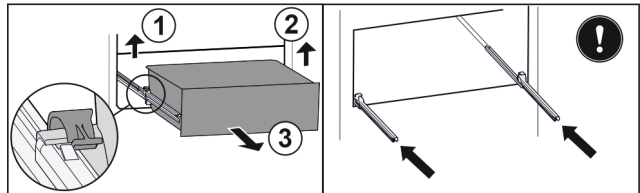

Fig. 85
- ▶ Levante la brida izquierda y, simultáneamente, tire de la parte izquierda del cajón hacia delante. Fig. 85 (1)
- ▶ Levante la brida derecha y, simultáneamente, tire de la parte derecha del cajón hacia delante. Fig. 85 (2)
- ▶ Extraiga el cajón hacia delante. Fig. 85 (3)